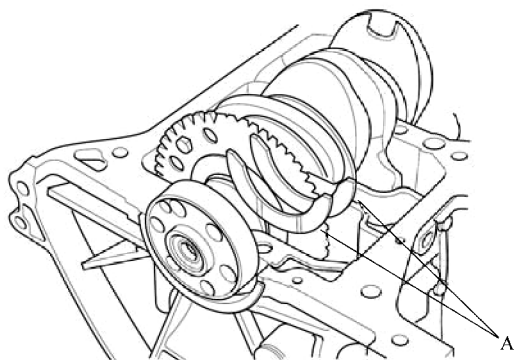

图 8-24 安装止推垫圈
5) 在止推垫圈的表面涂抹新的机油, 将止推垫圈 A 安装到发动机气缸体的 4 号轴颈上, 如图 8-24 所示。